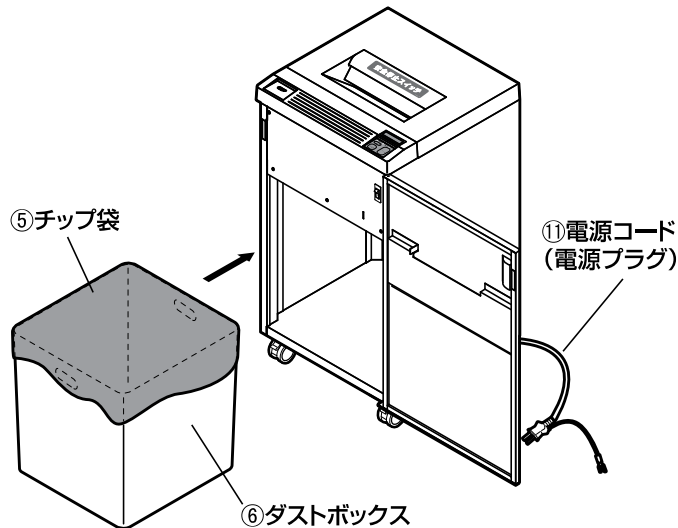

図6 ダストボックスのセット
- 逆転スイッチ⑱を押し続けて、カッターを逆転させているときに、表示されます。 P14 参照
- チップ袋⑤は、ダストボックス⑥の内側に密着するようにセットしてください。密着が不十分な場合、満杯検知の誤作動や細断片が飛散する原因になることがあります。 図6 参照